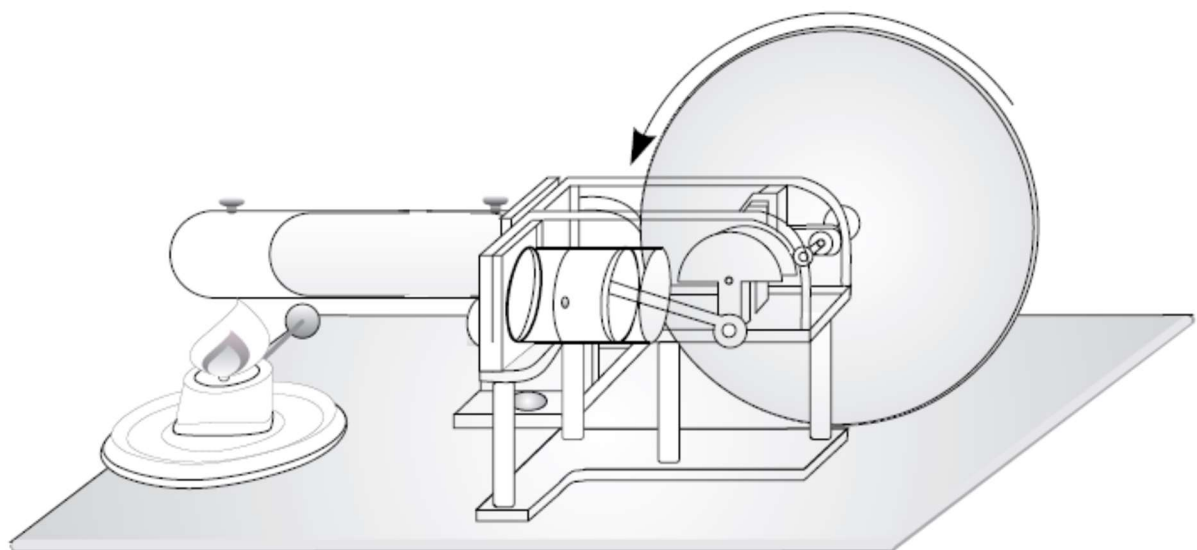

Fig.2 Il motore Stirling come motore termico
- Portare i pistoni di compressione nella posizioni più arretrata e dopo un breve periodo di riscaldamento (da 1 a 2 minuti circa) mettere in movimento il volano con una leggera pressione in senso orario (sguardo rivolto verso l'unità motore-generatore) (vedere fig. 2).